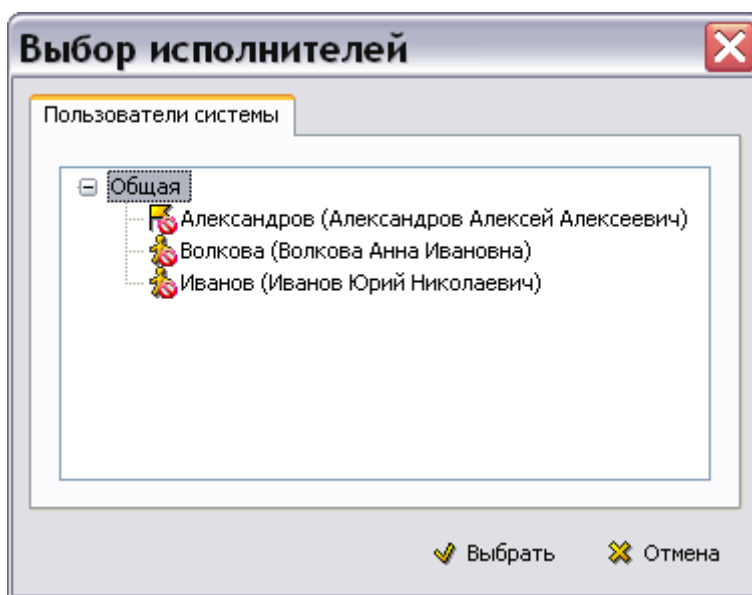

Рис. 2.70
6. На вкладке **Исполнители** для выбора разработчика нажмите на кнопку **Добавить исполнителя** . При этом появится диалоговое окно **Выбор исполнителей** со списком пользователей, назначенных для данного проекта (Рис. 2.70).
7. Выберите группу **Общая** и нажмите на кнопку **Выбрать** (Рис. 2.70).